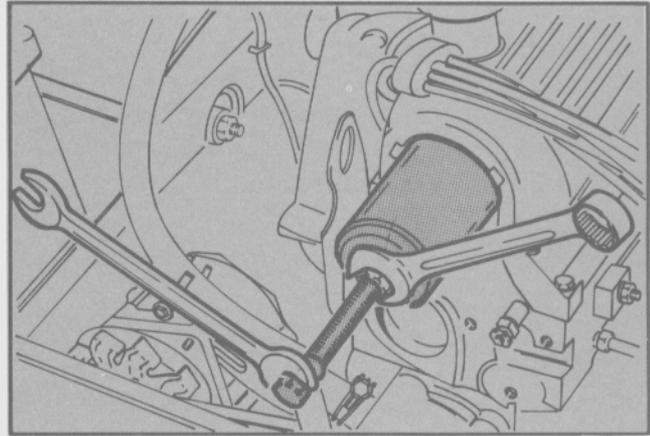

Fig. 106 - Alineación de las marcas en posición de P.M.S.
- Lubricar el retén del árbol de levas, e instalarlo con la herramienta T84G-7150-BAS (Fig. 106).